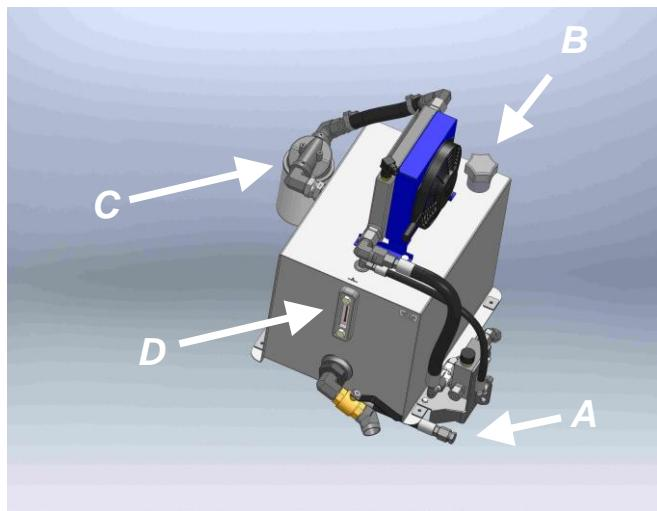

Figure 23C
- ☞ Réservoir d'huile [Figure 23C] de l'option pompe PDF utilise de l'huile trans-hydraulique claire . Contenance : 70 litres.
Changer l'huile et le filtre du réservoir [figure 23C] du système d'entrainement pompe PDF au début de chaque saison des semis ou d'application. Les changements de température durant la saison morte provoquent de la condensation sur les parois de la transmission, réduisant ainsi l'efficacité de la lubrification.
Pour vidanger l'huile, enlevez le bouchon de vidange [figure 23C, **A**] au bas du réservoir. Pour faciliter l'écoulement, enlevez le bouchon de remplissage [figure 23C, **B**] et le filtre [figure 23C, **C**]. Réinstallez le bouchon de vidange et un nouveau filtre, puis remplissez le réservoir avec de l'huile trans-hydraulique claire jusqu'au niveau
recommandé, environ 70 litres. Une fenêtre indique le niveau d'huile à froid [figure 23C, **D**]. Vérifiez le niveau d'huile à tous les jours, remplir au besoin.